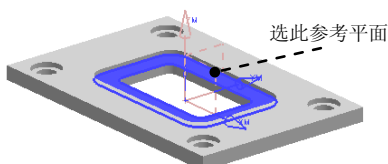

图 3.9.4 创建底平面
Step7. 选取图 3.9.4 所示的面为参考平面, 然后在“平面构造器”对话框中采用系统默认参数设置, 单击 **确定** 按钮, 完成底平面的创建。